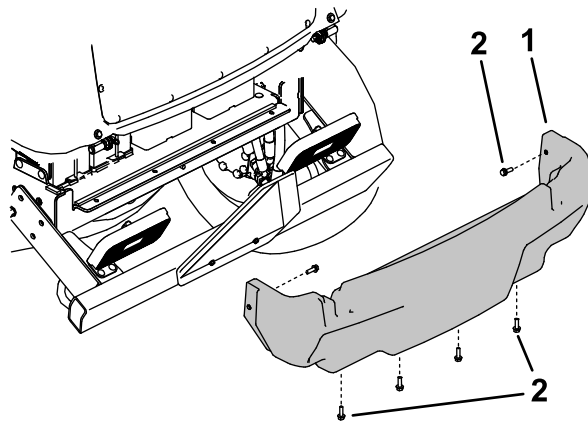

図 112
5. 後シュラウドをフレームに固定しているフランジねじ6本を外して後シュラウドを外す 図 112。
4. 後シュラウドを取り付ける図 112。